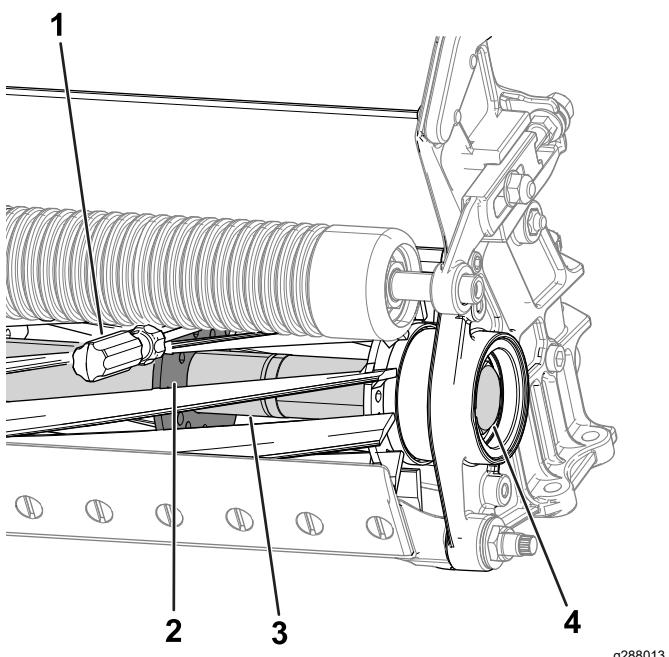

Figura 27
2. Insira um pé de cabra de cabo longo (recomendado 3/8 x 12 pol. com pega de chave de parafusos) através da parte inferior do cilindro de corte, o mais próximo do lado da unidade de corte que irá apertar (Figura 27).
3. Coloque o pé de cabra contra o lado soldado da placa de suporte do cilindro (Figura 27).